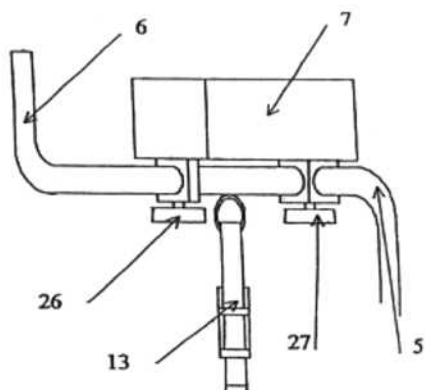

Рис. 3
1. Сборка узла подлокотника (рис.3)